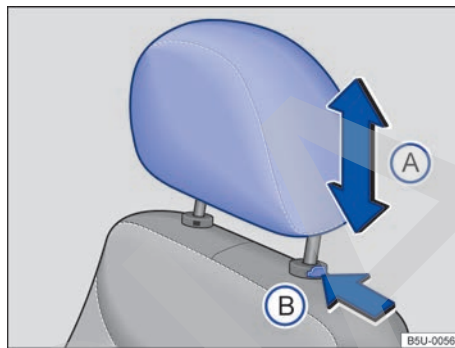

Fig. 36 Ajuste el apoyacabezas delantero.
- Empuje el apoyacabezas hacia arriba o hacia abajo en el sentido de la flecha → fig. 36 (A) → ⚠.